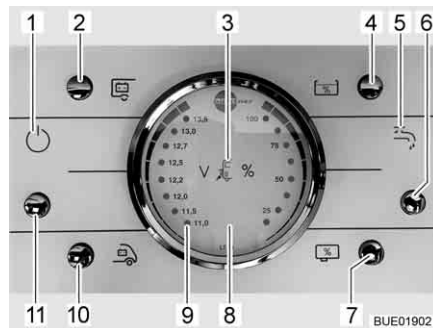

Bild 141 Panel LT 96
Der Taster (Bild 141,11) schaltet das Panel und die 12-V-Versorgung des Wohnraums ein und aus.
- Taster (Bild 141,11) drücken: Die 12-V-Versorgung des Wohnraums ist eingeschaltet. Die Kontroll-Leuchte (Bild 141,1) leuchtet.
**Ausschalten:** ■ Taster (Bild 141,11) drücken: Die 12-V-Versorgung des Wohnraums ist ausgeschaltet. Die Kontroll-Leuchte (Bild 141,1) erlischt.
Beim Anzeigeeinstrument V/Tank (Bild 141,8) die linke Skala beachten. Das Anzeigeeinstrument wird automatisch beleuchtet, sobald ein Taster gedrückt wird.
- Taster (Bild 141,10) drücken: Die Batteriespannung der Starterbatterie wird angezeigt.
- Taster (Bild 141,2) drücken: Die Batteriespannung der Wohnraumbatterie wird angezeigt.
Beim Anzeigeeinstrument V/Tank (Bild 141,8) die rechte Skala beachten. Das Anzeigeeinstrument wird automatisch beleuchtet, sobald ein Taster gedrückt wird.
- Taster (Bild 141,4) drücken: Die Wassermenge wird angezeigt.
- Schalter (Bild 141,7) drücken: Die Abwassermenge wird angezeigt.
- Taster (Bild 141,6) drücken: Die Wasserversorgung ist eingeschaltet. Die Kontroll-Leuchte Wasserpumpe (Bild 141,5) leuchtet.
- Taster (Bild 141,6) drücken: Die Wasserversorgung ist ausgeschaltet. Die Kontroll-Leuchte Wasserpumpe (Bild 141,5) erlischt.
Die rote Warnleuchte "ALARM" (Bild 141,9) blinkt, sobald die Spannung der Wohnraumbatterie 11 V (Messung im laufenden Betrieb) unterschreitet und damit Tiefentladung droht.
Die 12-V-Kontroll-Leuchte (Bild 141,1) leuchtet, wenn der 12-V-Haupttaster (Bild 141,11) eingeschaltet ist.
Die 230-V-Kontroll-Leuchte (Bild 141,3) leuchtet, wenn am Eingang des Elektroblochs Netzspannung vorhanden ist.